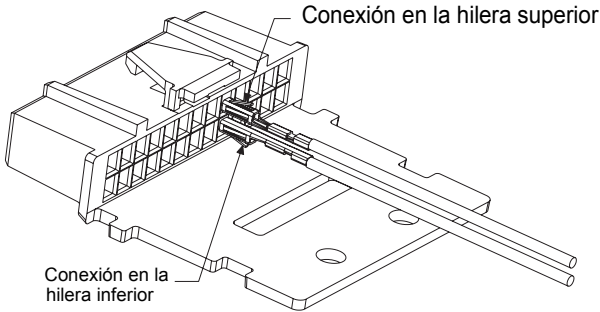

Figura 4. Orientación del terminal
Paso 2. Inserte los contactos tal como se indica en la Figura 4: pines 12 ó 16 para el cable negro, pin 7 para el cable rojo y pin 13 para el audio del micrófono o pin 15 para el micrófono y recepción de audio para el cable azul en el accesorio de conexión.